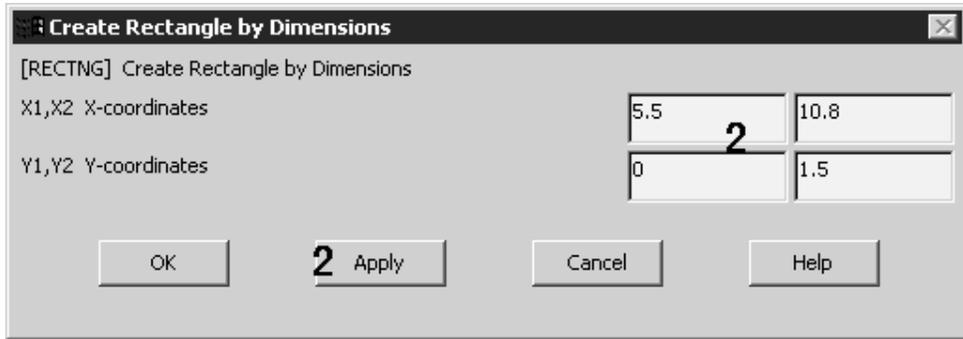

图 12.12 创建矩形面
1. 选取菜单路径 Main Menu | Preprocessor | Modeling | Create | Rectangle | By Dimensions, 弹出 Create Rectangle by Dimensions (通过尺寸来创建矩形)对话框, 图 12.12 所示。